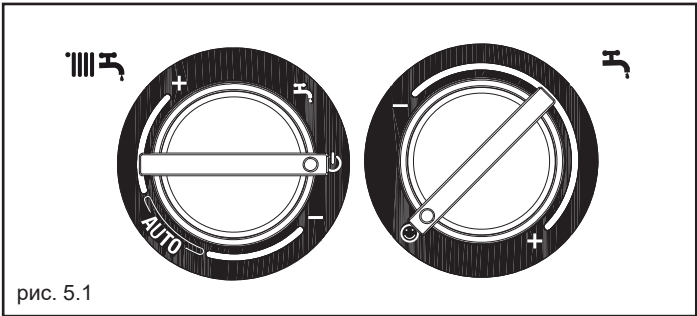

рис. 5.1
- Переведя переключатель режимов на  OFF/RESET (рис. 5.1)
- Поверните регулятор температуры ГВС в положение  (рис. 5.1).